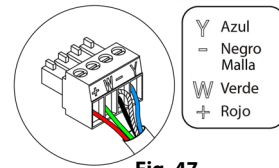

Fig. 47
Para la conexión con el termostato ④ dispone de una borna de 4 pines. Fije los cables con los tornillos de la borna respetando el código de colores (Fig. 47).